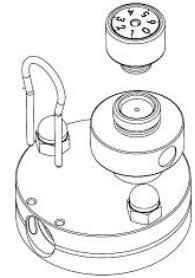

fig. 12
- Svitare la vite di regolazione dell'aria ed estrarre la forcella (fig. 12).